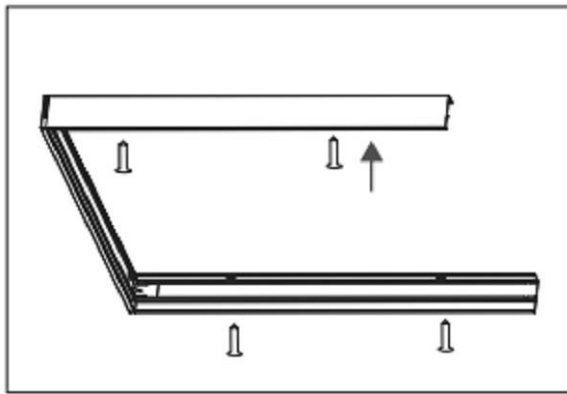

Рисунок 8 - Схема поверхностного монтажа светильника
5.7.3 С помощью винтов, закрепите собранную конструкцию на потолке (см. рис. 8)